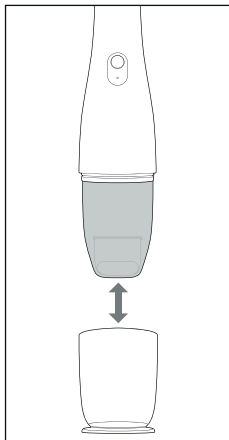

Fig. 4
- ▶ Certifique-se de que o filtro de pó ❺ fica sempre corretamente inserido antes de utilizar o aparelho (ver capítulo **Limpar/ substituir o filtro de pó**).
1. Segure o aparelho pela pega ❾ e retire a tampa ❶ do aparelho (ver fig. 4).
2. Se necessário, encaixe o bocal de aspiração 2-em-1 ❷ na abertura de sucção ❷ (ver capítulo **Bocal de aspiração 2-em-1**).
3. Pressione o interruptor Ligar/desligar ❶ ❷ para ligar o aparelho. A luz de controlo de carga ❸ acende-se com a cor azul.
4. Pressione novamente o interruptor Ligar/desligar ❶ ❷ para desligar o aparelho após a utilização. A luz de controlo de carga ❸ apaga-se.
5. Coloque a tampa ❶ no aparelho (ver fig. 4).